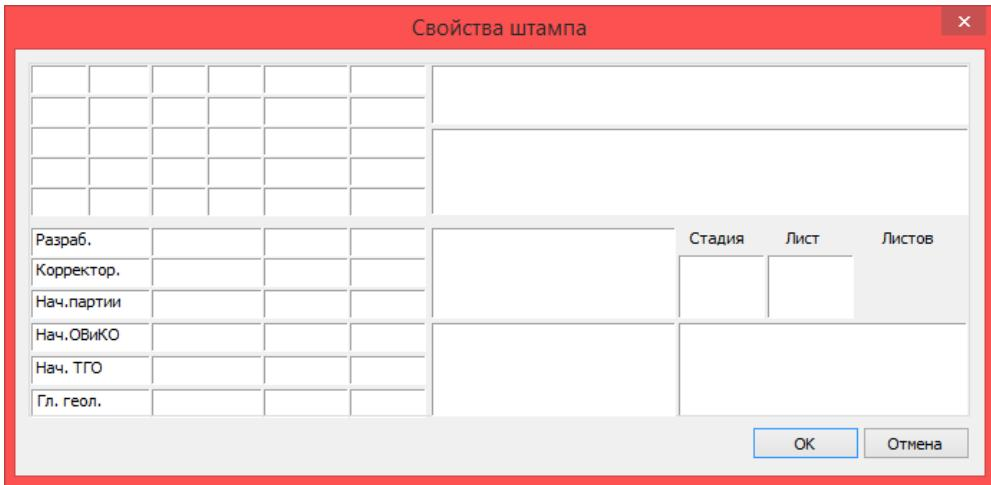

Рис. 4 Заполнение штампа
2. В диалоговом окне *Свойства штампа* (см. рис. 4) заполнить поля штампа и нажать *OK*.